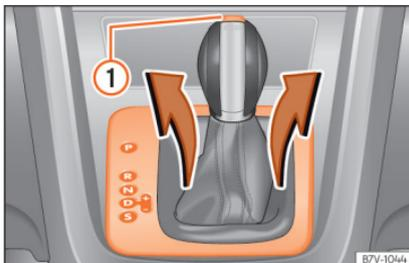

Abb. 52 Abdeckung der Schaltkulisse abbauen.
- Abdeckung im Bereich der Wählhebelmanschette nach oben ziehen »» **Abb. 52**.
- Wählhebel-Sperrtaste »» **Abb. 52** ① im Wählhebelgriff drücken und Wählhebel in Stellung **N** bringen.